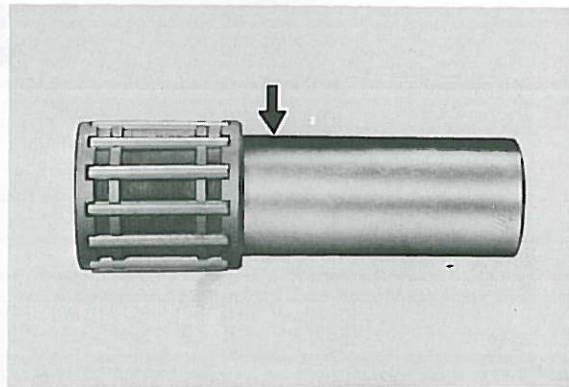

Fig. 3-3-5
1. Check the pin for signs of wear. If any wear is evident, replace pin and bearing. (Fig. 3-3-5)
1. Vérifier si l'axe de piston ne présente pas de signes d'usure. En cas d'usure évidente, remplacer l'axe et le roulement de pied de bielle. (Fig. 3-3-5)
1. Kolbenbolzen auf Anzeichen von Verschleiß prüfen. Wenn solche festgestellt werden, Kolbenbolzen und Lager austauschen. (Fig. 3-3-5)